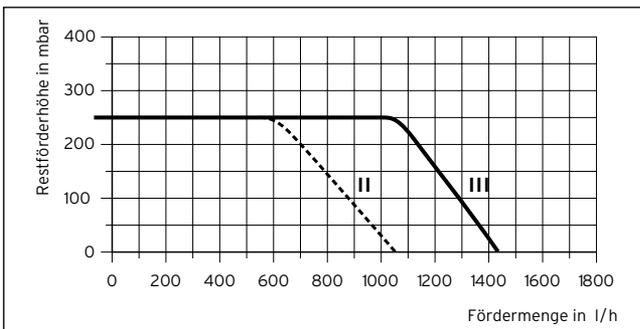

Abb. 6.2 Pumpenkennlinie
Die Geräte sind mit zweistufigen Pumpen ausgestattet. Im Bedarfsfall kann die werkseitig eingestellte Pumpenleistung verändert werden. Um die Pumpenleistung zu ändern, schalten Sie bitte den Schalter auf der Pumpe (1) in die gewünschte Position. Stellung 2: niedrige Leistung Stellung 3: hohe Leistung (siehe Abb. 6.2).